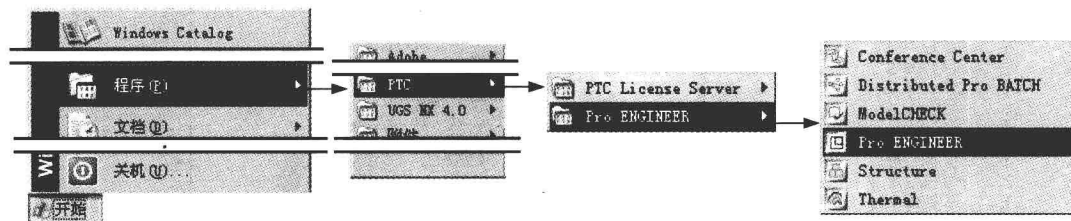

图 1.5.1 Windows “开始”菜单
Step2. 如图 1.5.1 所示, 选择  程序(P) →  PTC →  Pro ENGINEER →  Pro ENGINEER 命令, 系统便进入 Pro/ENGINEER 软件环境。